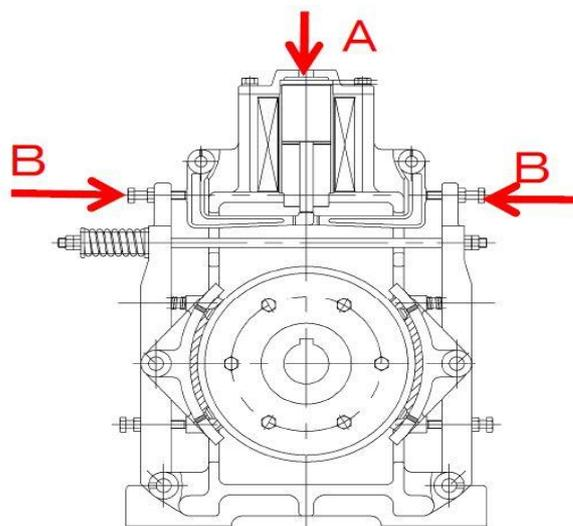

図3 ストローク測定位置
- ・KTM-30F及びKTM-60Fは図3の「B」の箇所です調整ネジ部stroークで判定してください。